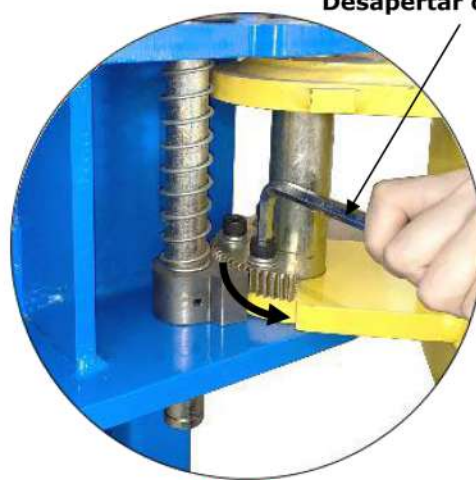

Fig. 45
2. Abaixando os carrinhos para a posição mais baixa, use a chave de soquete 8# para soltar o parafuso de soquete (Ver Fig. 45).